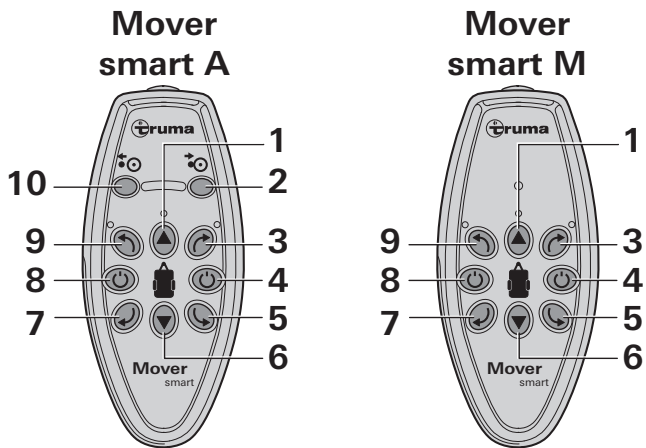
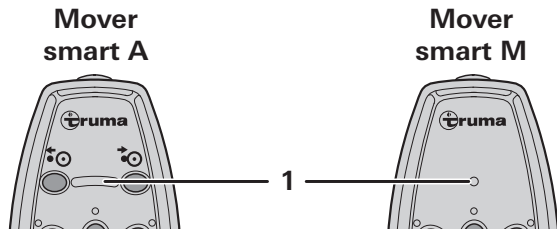

Figura 2
Figura 6
- Premere il tasto (figura 2 - 8) sul telecomando finché si accendono i LED (figura 6 - 1).
**!** Il tasto «off» del telecomando (figura 2 - 4) serve anche da «interruttore di arresto d'emergenza». In caso di anomalie, ad es. un comportamento fuori controllo del Mover, premere immediatamente il tasto «off».
- Spostare il caravan nella direzione desiderata con i tasti freccia (figura 2 - 3/5/6/7/9).
**i** Premendo contemporaneamente i tasti freccia opposti (figura 2 - 5/9 o 3/7), il caravan ruota sul proprio asse nella rispettiva direzione.
- Durante lo spostamento, la direzione di marcia (avanti/indietro) può essere modificata con i tasti freccia (figura 2 - 3/9 e 5/7).
- Premere il tasto (figura 2 - 4) sul telecomando. Il LED si spegne.